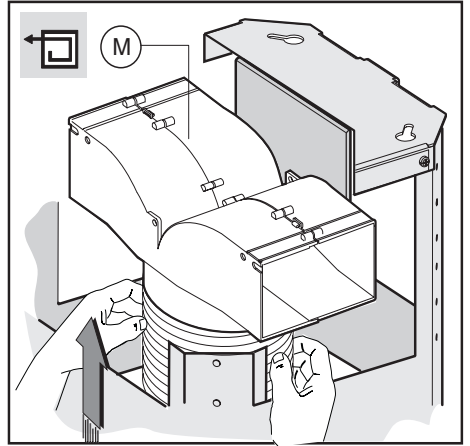
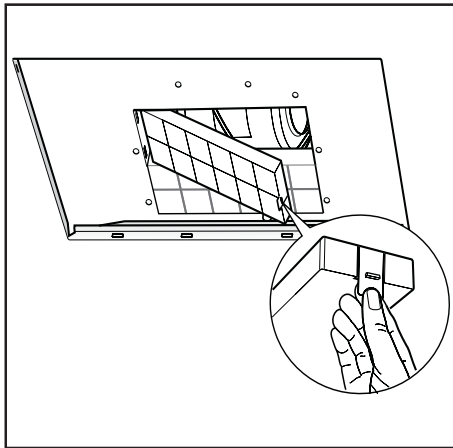

Fig.10
Fig.20
- **Versione filtrante:** collegare il tubo flessibile al deflettore **M** come indicato in (Fig.10), i filtri al carbone attivo devono essere applicati al gruppo aspirante posto all'interno della cappa (Fig.20).